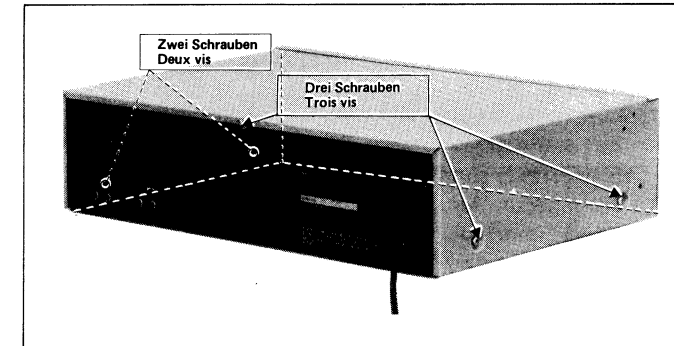

Abbildung 4-1 / Figure 4-1
■ ENLEVEMENT DU COFFRET (voir les Figures 4-1)